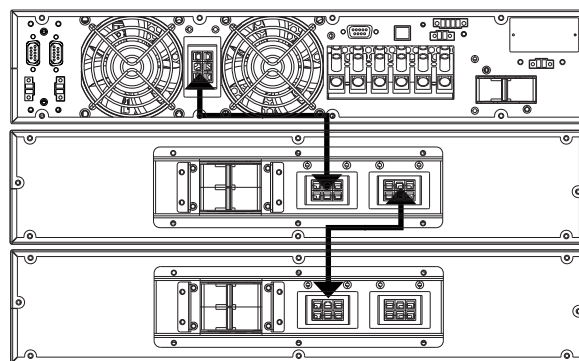

Fig. 21. Conexión con módulos de baterías.
- En la Fig. 21 se muestra la conexión de un equipo de 10 kVA en disposición rack, con dos módulos de baterías. Para mayor número, operar de modo similar a los de la ilustración.